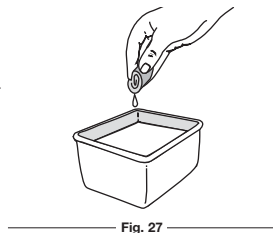

Fig. 27
3. Lavez le filtre dans un mélange d'eau et de détergent (Fig. 27). Rincez le filtre abondamment. Essorez-